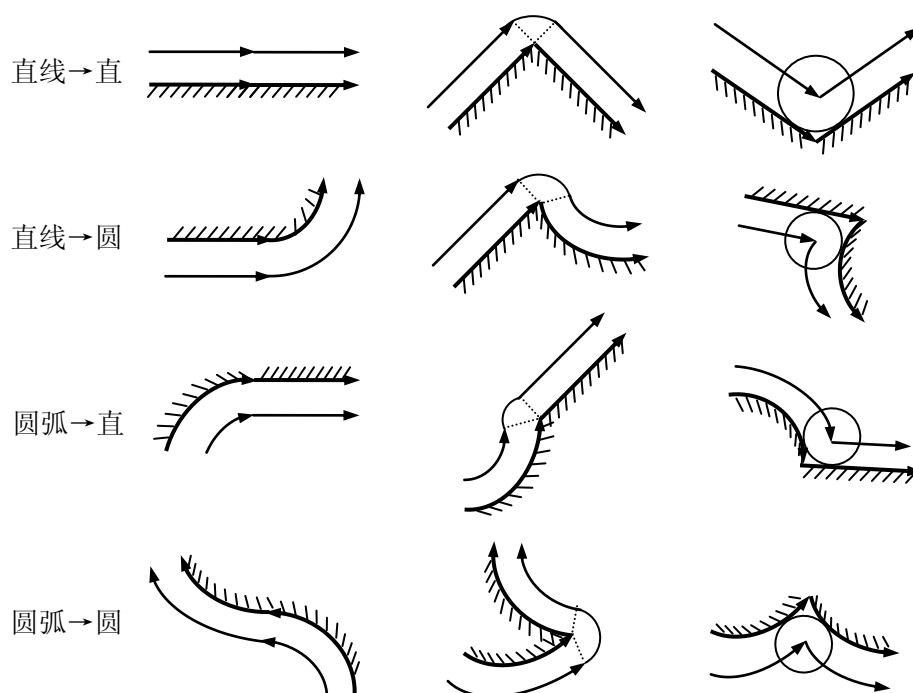

图 2.12 二段轨迹间的过渡情况
(2) 二段轨迹之间的过渡情况如附图四，不同轨迹的相交情况分三种情况：光滑连接； $>180^\circ$ 交角； $<180^\circ$ 交角。同时，根据前后二段轨迹是直线或圆弧又分 4 种：直线→直线；直线→圆弧；圆弧→直线；圆弧→圆弧。见图 2.12：